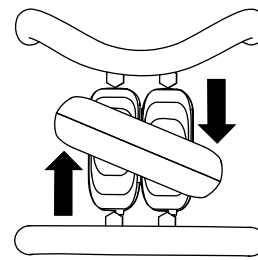

Bild 8
- Drehen Sie den Fahrertriebshebel nach rechts, um nach rechts zu fahren (Bild 8).